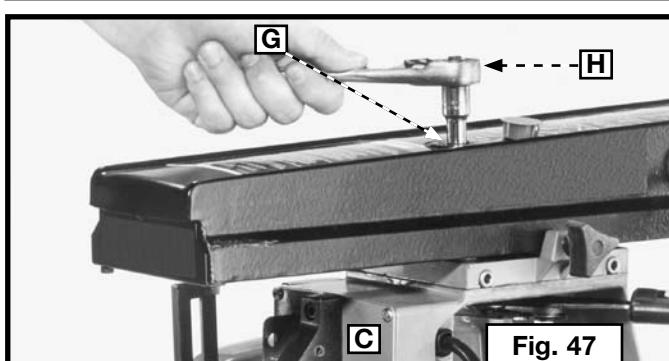

Fig. 47
3. Use un casquillo, una extensión y un trinquete de 1/2 pulgada (H) Fig. 47 a través del agujero (G) en el brazo guía para aflojar levemente la tuerca hexagonal sobre el eje ajustable (B) Fig. 47 aproximadamente 1/8 de vuelta. Repita el procedimiento para los demás cojinetes.